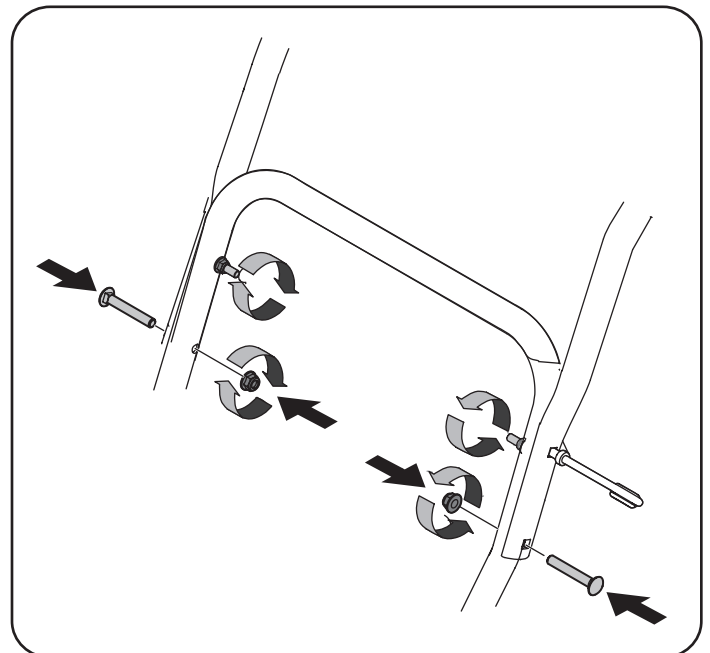

Figura 3
- d. Coloque los dos tornillos del carro y las tuercas de retirados en el paso a. Terminar de asegurar el mango apretando las dos primeras tuercas de fijación aflojados en el Paso a. Retire y descarte todos las bandas de plástico, si Las hubiera. Vea la Figura 3. Únicamente se utilizan para el empaque.
2. Retire el pasador de chaveta, la tuerca de mariposa y el tornillo hexagonal del cabezal de control del canal, y el pasador de horquilla y el pasador de chaveta con unión curva de la ménsula de soporte del canal. Vea la Figura 3.